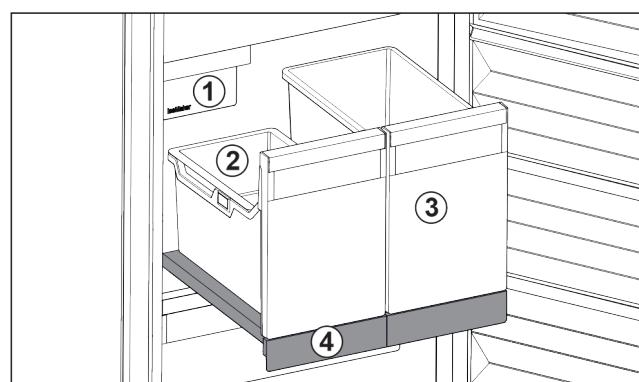

Fig. 27 Выдвижная панель с IceTower
- (1) IceMaker
(2) Подвесной лоток для кубиков льда
(3) Контейнеры для пиццы, алкогольных напитков
(4) Выдвижная панель
На выдвижной панели находятся два высоких контейнера (IceTower). В контейнере *Fig. 27 (2)* собираются и хранятся кубики льда из IceMaker. Контейнер *Fig. 27 (3)* подходит для хранения высоких продуктов, таких, как пицца или алкогольные напитки.